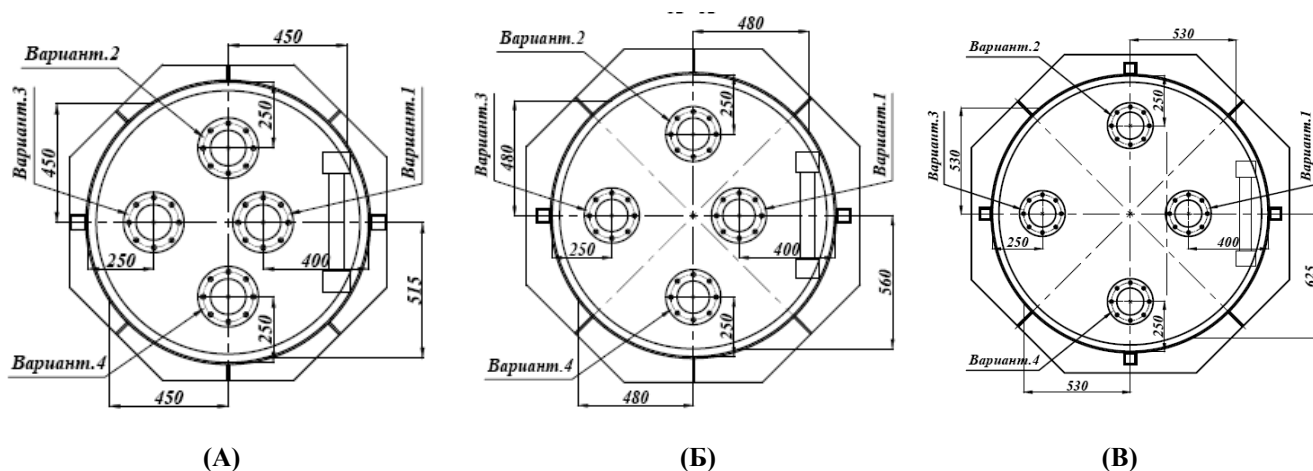

Рис.2: Варианты расположения в кессоне муфты:
1. Разметить котлован под изделие согласно монтажной схеме на соответствующую модель, с учетом эксцентрисности отверстия в днище изделия под муфту и ее положения (см. Рис.2), с учетом направления водоотводящей магистрали. Размер котлована должен иметь габаритные размеры на 300 мм больше диаметра кессона с каждой стороны. Проверить правильность разметки.